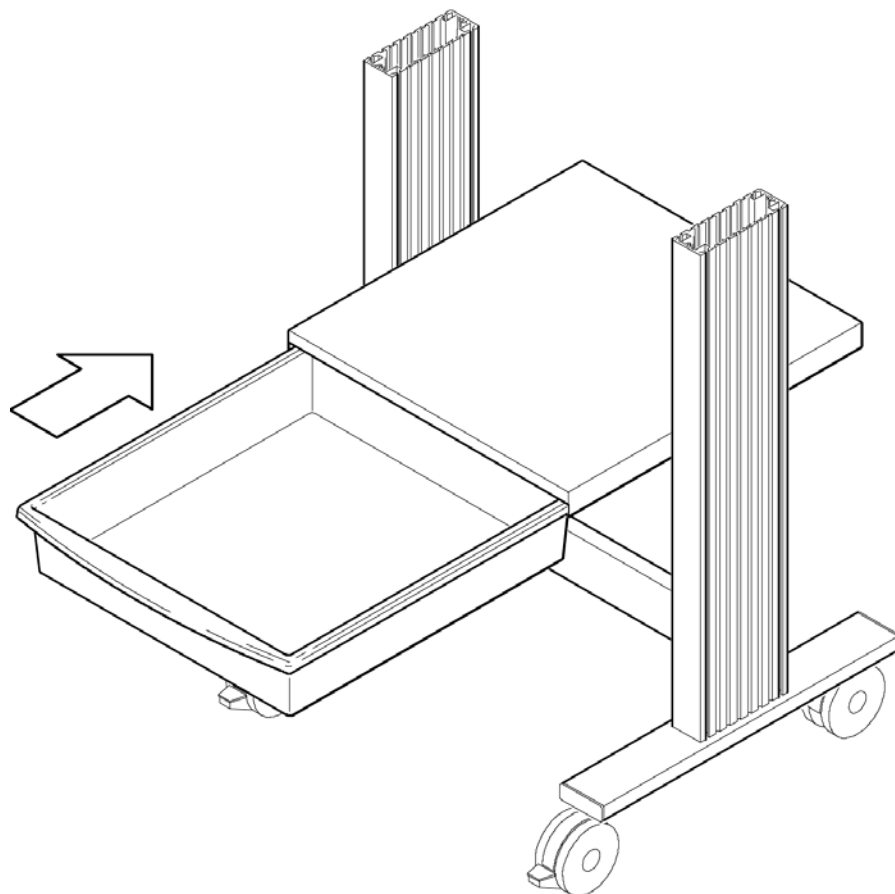

図 8: 引出しの取り付け
3. 図8に示す位置まで棚板を下にスライドさせます（棚板を止める位置は、脚部アセンブリの内側に薄くマーキングしてあります）。棚板をスライドさせるときに、塗装を傷つけないように、ゆっくりとおろしていきます。水準器を使って、棚板が水平であることを確認します。
5. 図 8 に示すように、引出しを棚板の下にスライドさせます。引出しの端が丸みを帯びた方が台車の前方向になります。引出しが止まるまで棚板の下にスライドさせます。